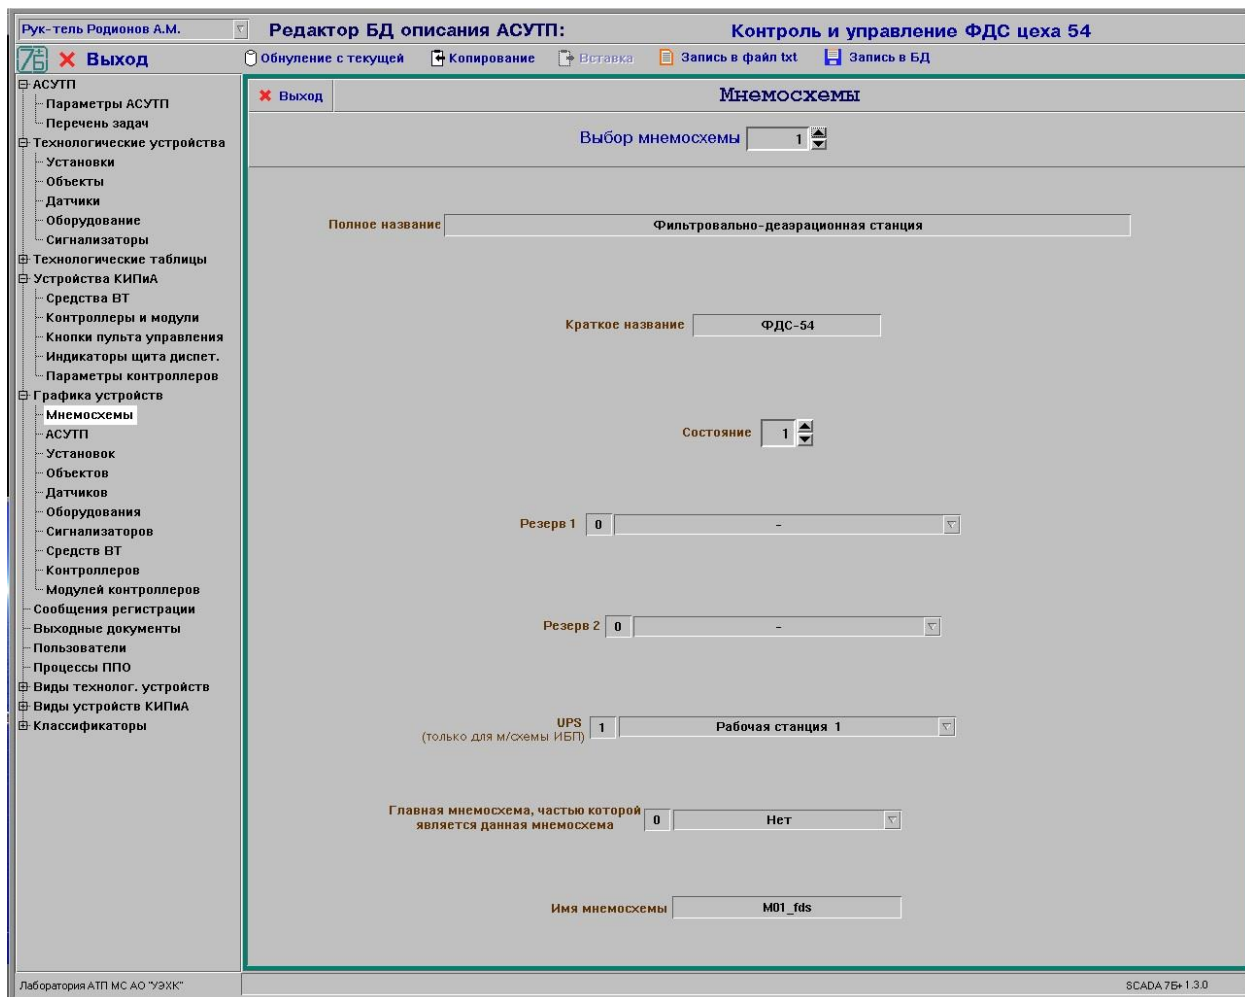

Рисунок 14 - Окно редактирования параметров графических элементов мнемосхем
8.12.1 После выбора в иерархическом списке темы «Мнемосхемы» (группа тем «Графика технологических устройств») на экране будет отображено окно редактирования описания мнемосхем (см. рис. 14).